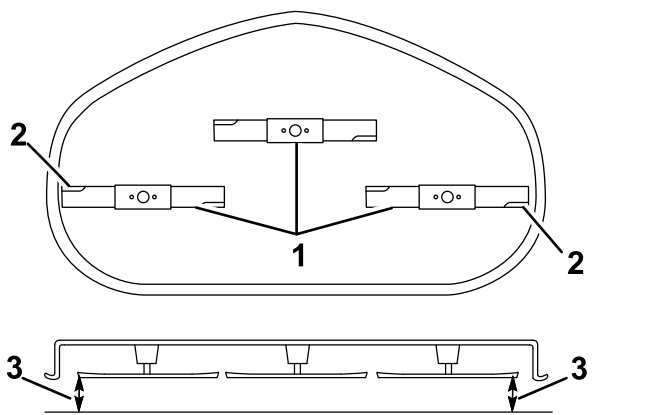

Figure 61
5. Mesurez la distance entre les tranchants extérieurs et le sol plat (Figure 61).